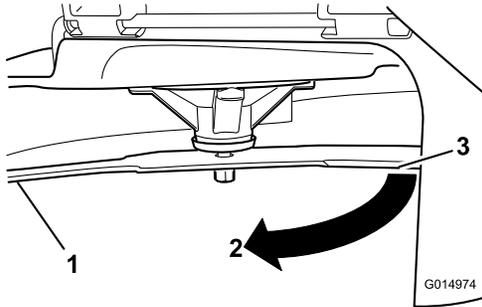

図 91
4. 同じブレードを180度回転させる。すなわち、ブレードのもう一方の刃先が、先ほど測定した場所と同じ位置にくるようにする 図 91。